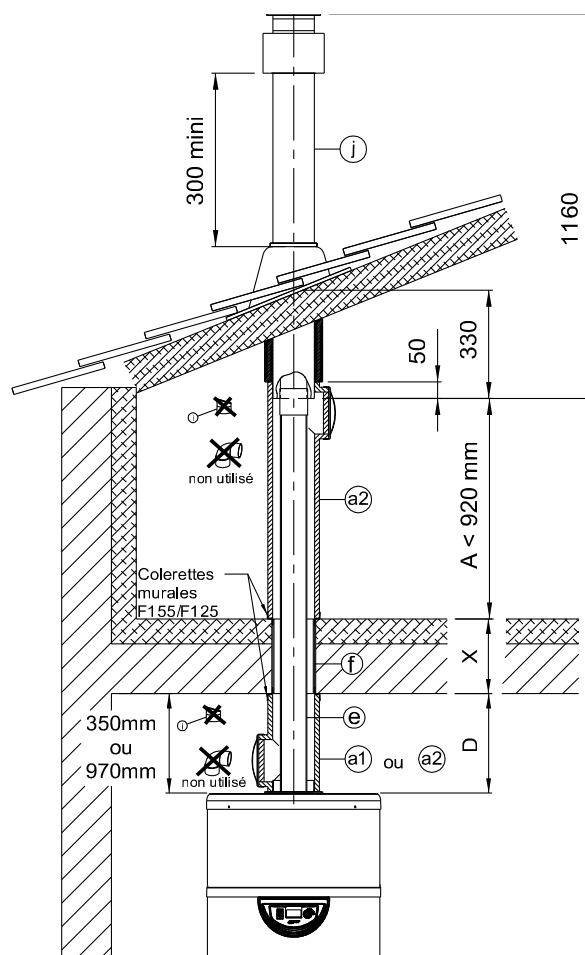
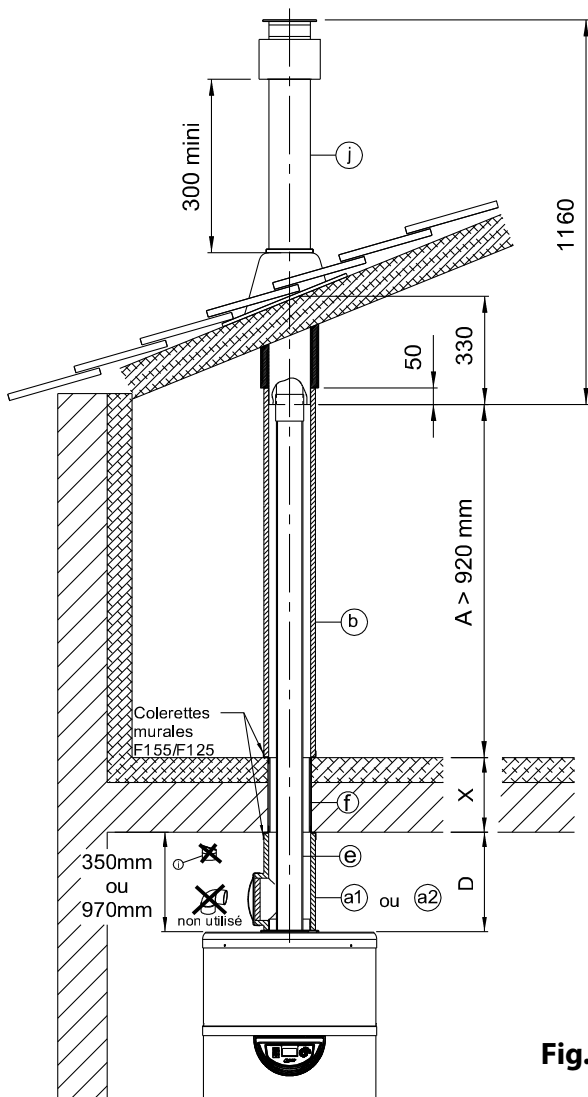

Fig.1
Fig.2
- dans le coude de la ventouse isolée (**rep.a2**) Fig.1
- dans l'allonge isolée Ø125mm (**rep.b**) Fig.2, puis dans le tube PVC Ø125, puis dans le coude de la ventouse isolée (**rep.a1** ou **a2**) (éventuellement rallongé [voir ci-dessous en fonction de la cote «D»]).
• **Si la longueur du tube PVC Ø80 ne permet pas de le passer par le dessus**, l'introduire dans le coude de la ventouse isolée (**rep.a1** ou **a2**) (éventuellement rallongé [voir ci-dessous en fonction de la cote «D»]), puis dans le tube PVC Ø125, puis selon le cas dans l'allonge isolée Ø125 (**rep.b**) Fig.2 ou dans le coude de la ventouse isolée (**rep.a2**) Fig.1.
• Emboîter le tube PVC Ø80 sur le manchon PVC F/F Ø80 (selon le cas, par le tampon de la ventouse isolée (**rep.a2**) Fig.1. Faire coulisser le coude de la ventouse isolée (**rep.a2**) Fig.1 ou de l'allonge isolée Ø125 (**rep.b**) Fig.2 de 50mm sur le terminal vertical Ø80/125 en l'écrasant légèrement et verticalement.
• Selon le cas, emboîter la ventouse isolée (**rep.a2**) Fig.1 ou l'allonge isolée Ø125 (**rep.b**) Fig.2 dans la collerette murale F155/F125 supérieure.